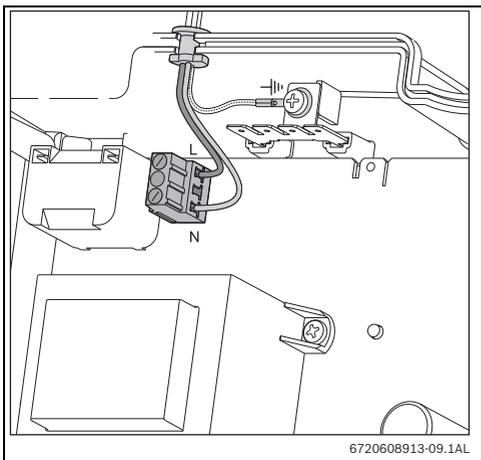

Fig. 34 Conexiones del cable de alimentación
- ▶ Retirar el clip y soltar la extremidad del tubo de condensados, consultar (Fig. 34).
- ▶ Llenar el depósito de aguas condensadas con aproximadamente 400 ml de agua, a través del tubo de condensados. Para evitar daños en el aparato utilice un embudo en la extremidad del tubo, consultar (Fig. 34).